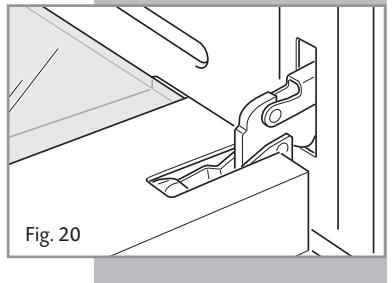

Fig. 20
- Fully open the oven door (fig. 20).